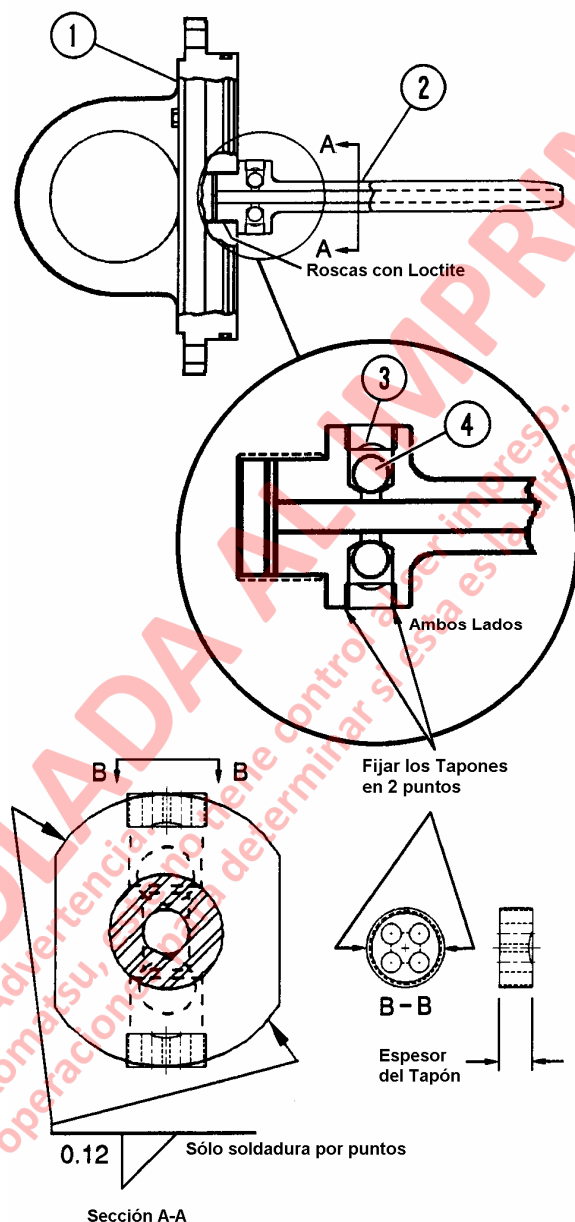

FIGURA 8-21. MONTAJE DE LA BOLA DE RETENCIÓN Y TAPON
1. Los tapones (3, Figura 8-21) y las bolas de retención (4) en la vaina se deben revisar durante cualquier reparación del cilindro para asegurarse que los tapones estén apretados y los asientos de bola no estén dañados. Consulte Montaje de las Bolas de Retención y Tapones en la Vaina en la página siguiente.
2. Asegure el conjunto de la tapa (1) en un soporte firme. Asegúrese que las roscas en la tapa y en la vaina estén limpias, secas y libres de aceite y solvente.
3. Usando Loctite LOCQUIC® Primer T, (número de parte Komatsu TL8753 o equivalente) rocíe las roscas de acople del conjunto de la tapa (1) y de la vaina (2). Deje que se seque el imprimador por 3 a 5 minutos.
6. Suelde la vaina en dos puntos como se muestra en la Figura 8-21.
Las bolas de retención (4, Figura 8-21) en el costado del conjunto de la vaina (2) se mantienen en su lugar con tapones roscados (3).
- Si el área del asiento de la bola no está deforme, mida el espesor del tapón como se muestra en la Figura 8-21:
2. Use LOCQUIC® Primer T (número de parte Komatsu TL8753) o equivalente y aplique en las roscas de empalme de ambos tapones (3, Figura 8-21) y en el conjunto de la vaina (2). Deje secar el imprimador por 3 a 5 minutos.
4. Coloque las bolas de retención (4) en el tubo de la vaina y monte los tapones (3) con la cara cóncava hacia la bola. Usando la herramienta SS1158, apriete los tapones con un torque de **95 N.m (70 ft. lbs.)**. Deje que las partes curen por dos horas antes de exponer las áreas roscadas al aceite.
5. Fije las roscas del tapón en dos puntos (entre los orificios, como se muestra en la Figura 8-21) para evitar que se suelte el tapón.